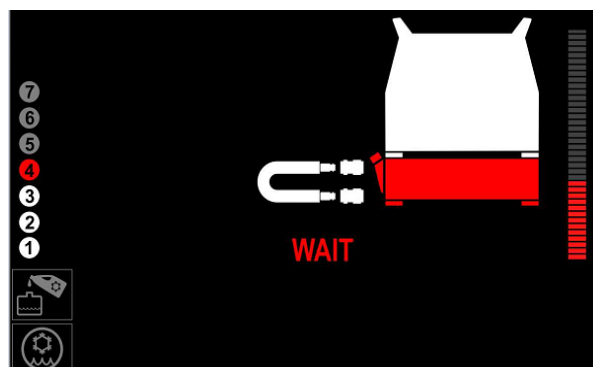

Bild 17
- Vänta tills kylvätskan cirkulerat genom hela kylsystemet och återkommer till behållaren - (bild 17 eller 25).